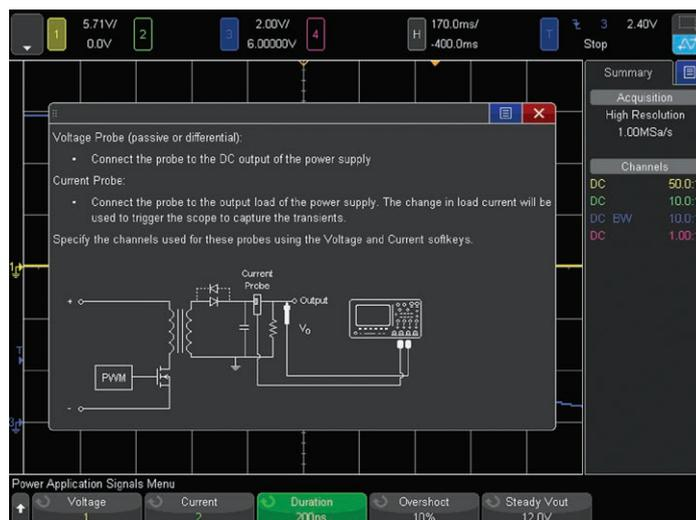

図33: [Signals]メニューの過渡応答測定時の接続図
5. 電流プローブを、図33の画面内の接続図に示すように、オシロスコープのチャンネル2入力と、被試験デバイスの出力電流信号の間に接続します。キーサイトのSMPSトレーニングキットを使用する場合は、デモボード上のJ3電流ループに、指示された方向で接続します。電流プローブの電流方向矢印は、ベンチに向かって下側に向いている必要があります。